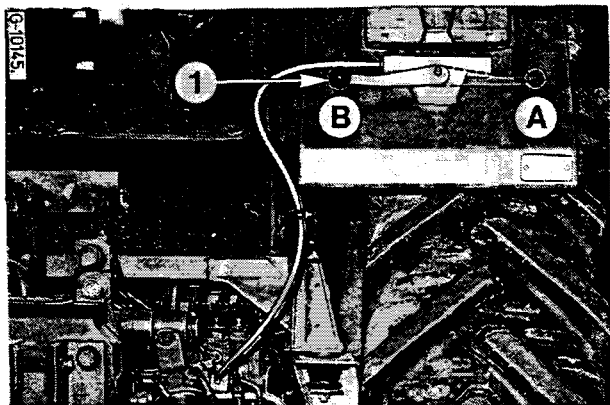

Figure 35 (956XL - 1056XL)
L'attelage 3-points peut être réglé en hauteur à l'aide du levier (1) - Figure 35 (si le tracteur en est équipé) pour faciliter l'attelage et le dételage de l'outil.